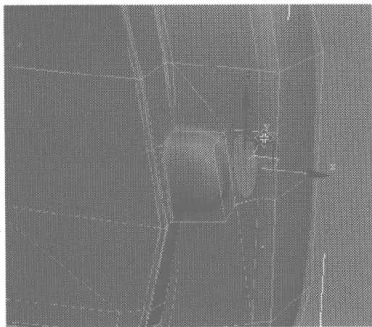

图 6.299
- 07** 切换为曲线编辑，选择如图 6.299 所示的曲线，在 Edit Borders 卷展栏中单击 **Cap** 按钮，为其添加一个封闭的面。